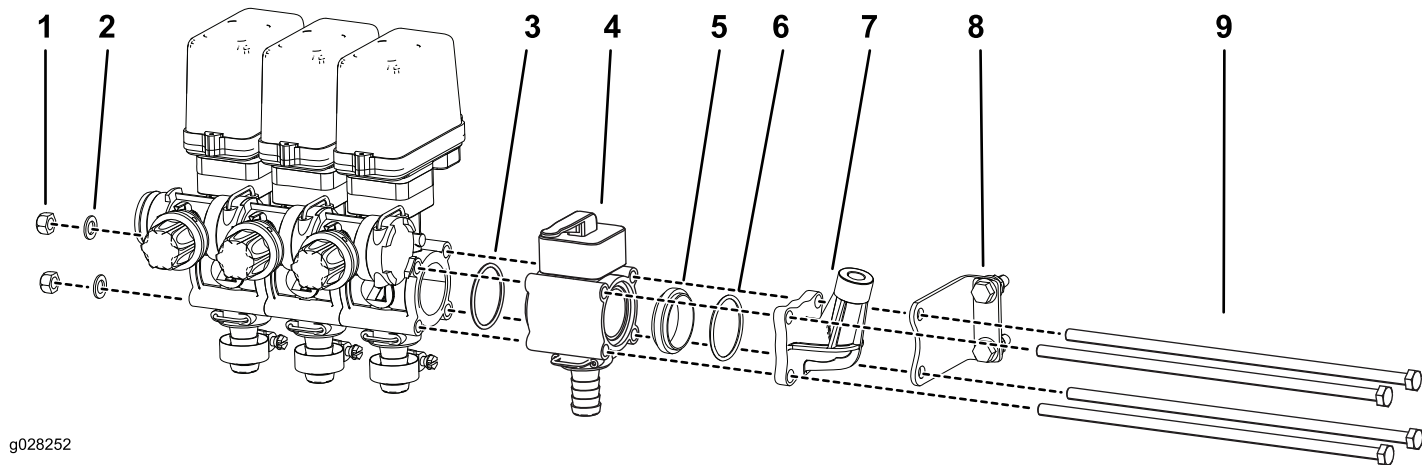

图2
4. 用 4 个长螺栓安装 O 形圈、新控制阀、之前拆下的压力表端口以及固定支架；请参阅 图2。